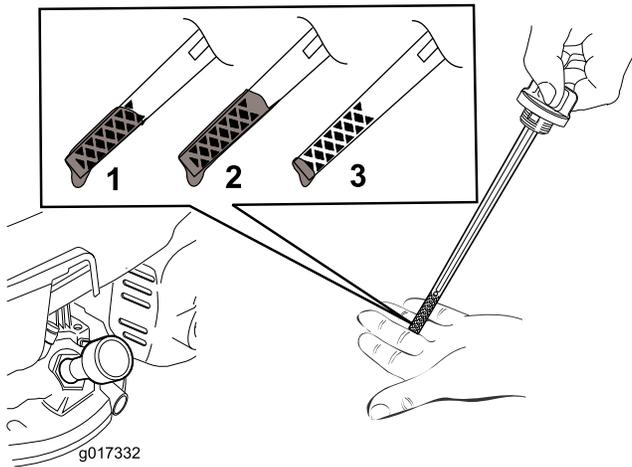

Figure 12
2. Tournez le bouchon dans le sens antihoraire et sortez la jauge (Figure 12).
5. Vérifiez le niveau d'huile indiqué par la jauge (Figure 12).
- **Figure 12** Si le niveau n'atteint pas le repère minimum sur la jauge, versez lentement une petite quantité d'huile minérale multigrade SAE 10W-30 classe de service API SJ ou mieux dans le tube de remplissage, attendez 3 minutes puis répétez les opérations 3 à 5 jusqu'à atteindre le niveau d'huile correct.
- Si le niveau d'huile est trop élevé (Figure 12), vidangez l'excédent d'huile jusqu'à obtention du niveau d'huile correct sur la jauge; voir Vidange de l'huile moteur \(page 16\).